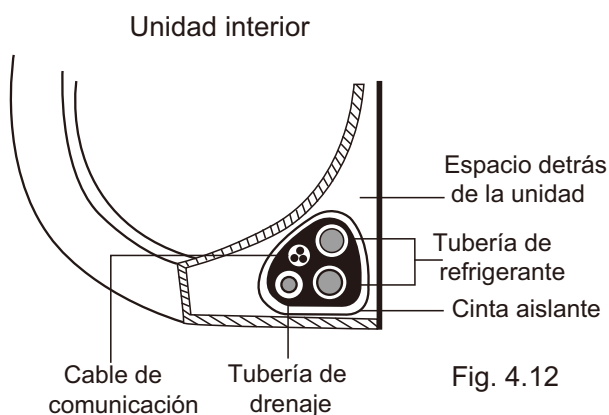

Fig. 4.12
1. Una la tubería de drenaje, la tubería de refrigerante y el cable de comunicación como se muestra en la **Fig. 4.12**.
3. Use cinta adhesiva, envuelva bien apretado en un solo conjunto el cable de comunicación, las tuberías de refrigerante y la manguera de drenaje. Compruebe dos veces que todos los elementos hayan quedado bien unidos como se muestra en la **Fig. 4.12**.